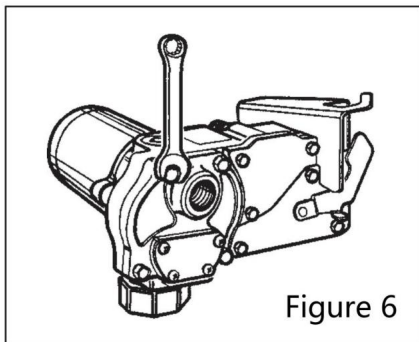

Figure 6
- Retirez la plaque de protection de l'engrenage. (Figure 6)